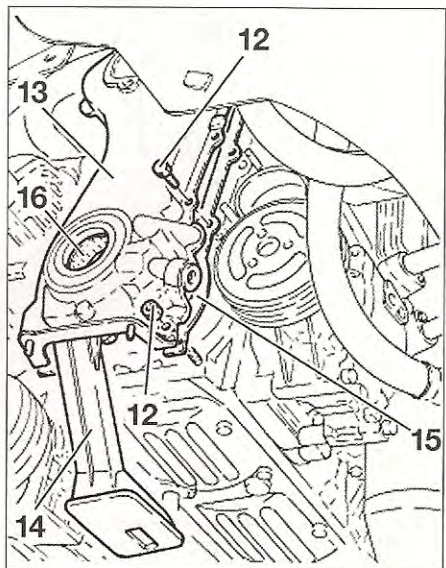

FIG. 7
- los tornillos y las tuercas de fijación (12) del cárter de distribución (fig. 7).
- el cárter de distribución (13) con la bomba de aceite y el tamiz (14).
- la junta del cárter de distribución (15)
- la junta de cigüeñal (16) sobre el cárter de distribución.